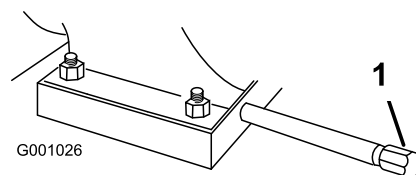

Bild 31
- Reinigen Sie den Bereich um die Ölablassschraube (**Bild 31**).